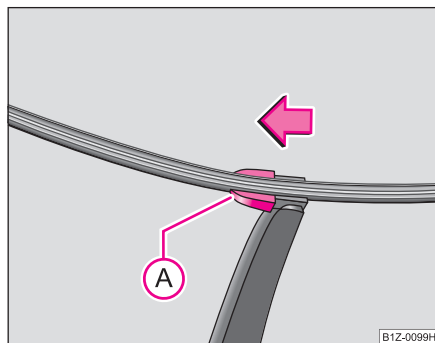

Fig. 57 Escobilla del limpiaventanas
- Separar el brazo de la escobilla del cristal y colocar la escobilla en posición perpendicular al brazo ⇒ fig. 57.